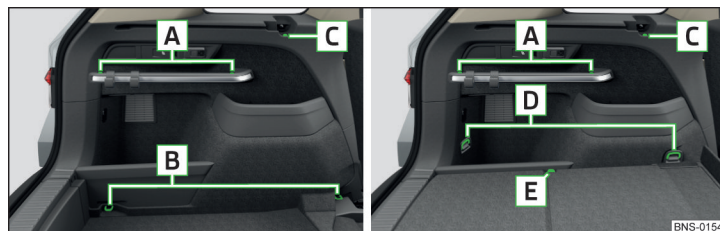
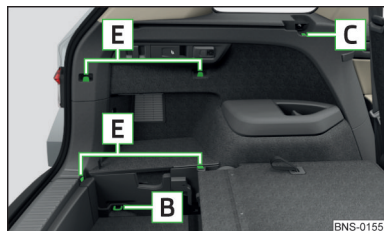

Fig. 142 Elemente de fixare: Varianta 1/Varianta 2
Fig. 143
Prezentarea generală a elementelor de fixare » fig. 142 și » fig. 143
La varianta de autovehicul dotat cu podea de încărcare variabilă și totodată cu roată de rezervă sau roată de urgență, plasele longitudinale se pot fixa în inelele de ancorare » fig. 142 la pagina 111.
- La autovehiculele cu podea variabilă a portbagajului, fixați carabinele în inelele de ancorare din față **D** » fig. 142 la pagina 111.